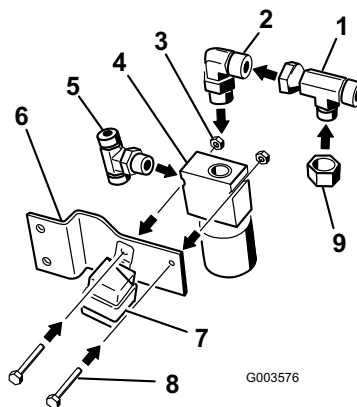

Figure 11
1. Montez les raccords aux angles illustrés. Montez le raccord en T sur le côté de la valve. Reportez-vous à la Figure 11 pour le raccord en T correct.
2. Montez un petit raccord coudé à 90° en haut de la valve (Figure 11).
3. Montez l'adaptateur en T sur le raccord coudé à 90°. Reportez-vous à la Figure 11 pour le raccord en T correct.
4. Placez le capuchon sur l'adaptateur en T (Figure 11).
6. Montez la valve sur son support avec 2 boulons (1/4 x 1-3/4") et 2 écrous (1/4 pouce) (Figure 11).